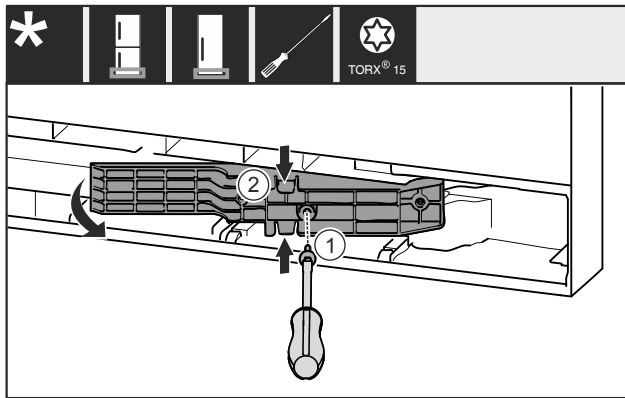

Fig. 18
- Schraube Fig. 18 (1) entfernen.
- Adapterstück Fig. 18 (2) oben und unten leicht zusammendrücken und herausziehen.